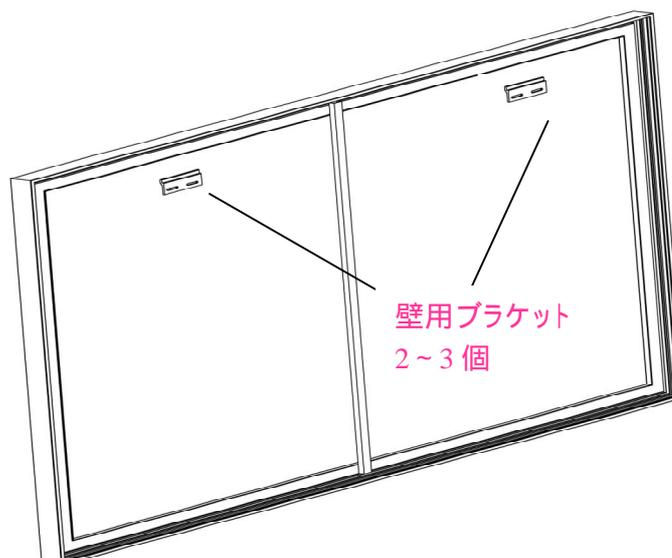

図9
4. 図9に示すようにブラケットの上に固定フレームを載せ、下フレームの中央を下方へ押すことでフレームを固定します。